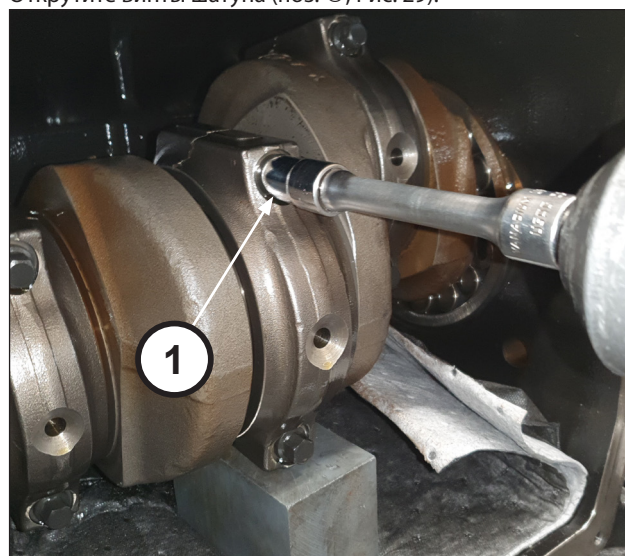

Рис. 29
Открутите винты шатуна (поз. ①, Рис. 29).